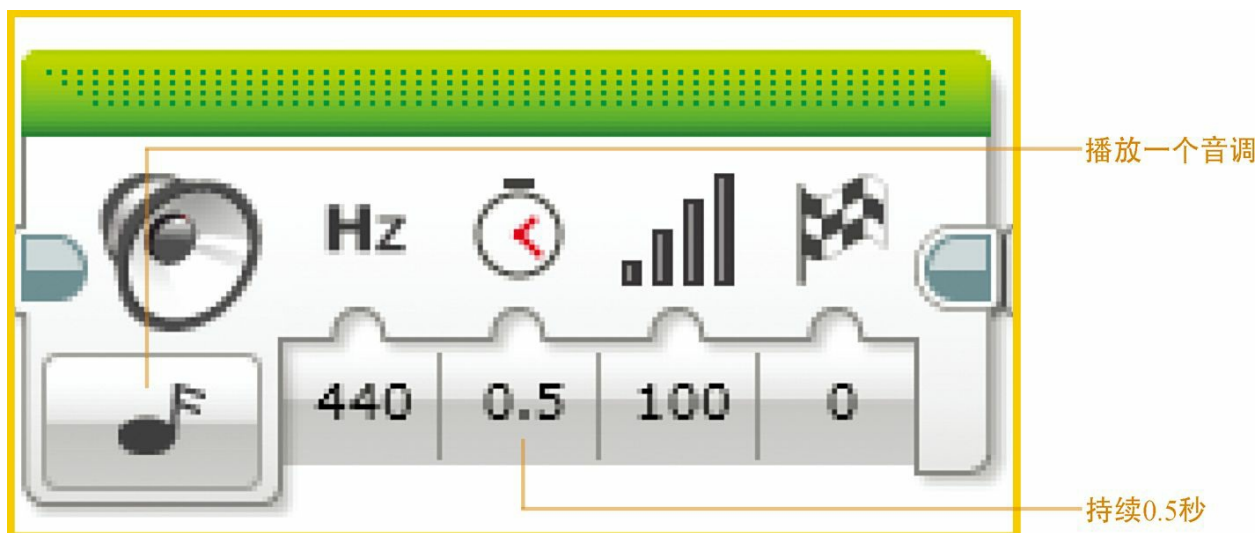

图8.34 调成声音模块来在440Hz频率播放一个持续0.5秒，音量最大的音调
2. 声音模块的模式默认设定为文件。如果你有一个创建的或导入的文件，就可以播放它。目前，我们只需使用一个简单的声音来说明机器人已经计算了第一个变量（Black）并且还准备放到轨道的白色区域。更改声音模块的模式到音调（在中文EV3软件里面核对一下）。你也许也要将计时器从1秒改为0.5秒（如图8.34所示）。